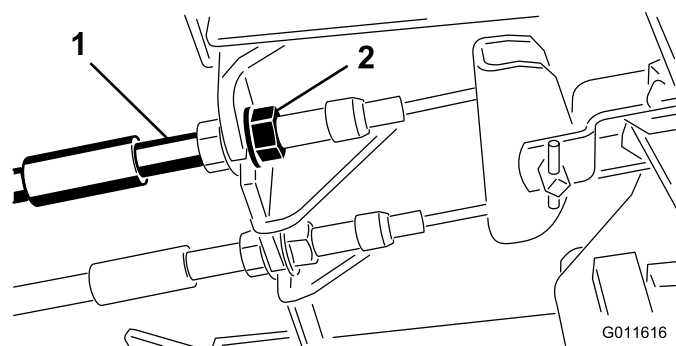

図 64
1. 遊びを減らすブレーキを締めるには、ブレーキケーブルのねじ山の前ナットをゆるめ、後ろのナットを締める 図 64。